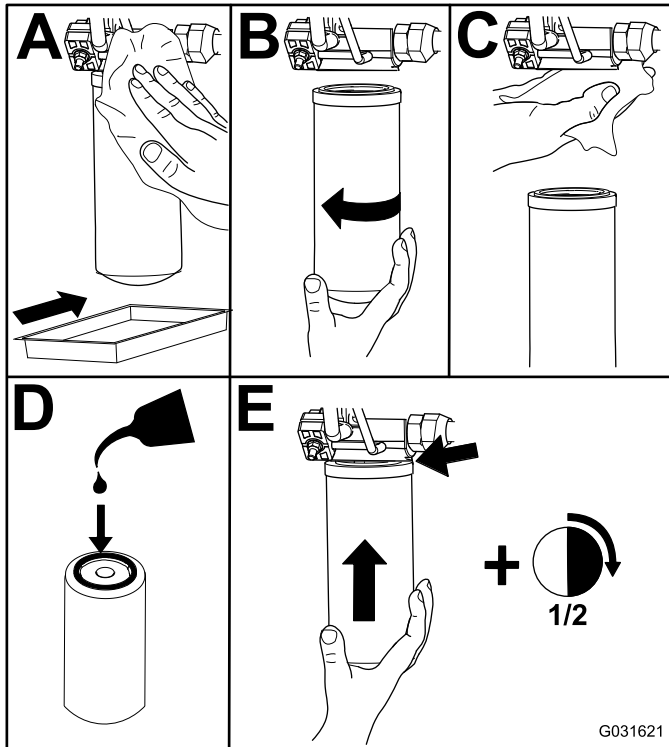

Bild 77
2. Tauschen Sie beide Hydraulikfilter aus (Bild 77).